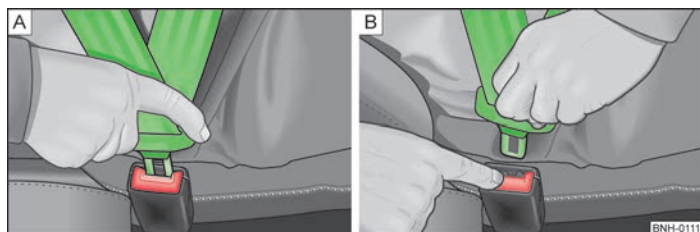

Fig. 119 Colocar y quitar el cinturón de seguridad
- Introducir la lengüeta en el cierre correspondiente al asiento » [fig. 119 - \[A\]](#) hasta que se oiga como encaja.
- Pulsar la tecla roja en el cierre del cinturón » [fig. 119 - \[B\]](#), la lengüeta del cinturón saldrá disparada.